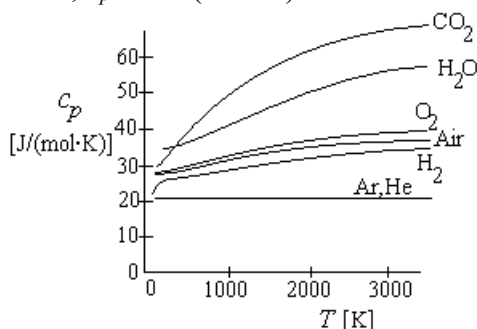

Fig. 1. Variación de la capacidad térmica con la temperatura para gases de interés en combustión.
- La variación del c_p de cada componente es grande porque la temperatura varía enormemente entre la entrada (antes de la combustión) y la salida (después de la combustión), Fig. 1. Las variaciones de entalpía se calcularían como $\Delta h = \int c_p(T) dT$, pero en este curso usaremos valores medios constantes que llamaremos ‘en caliente’ (aplicables para $1000 < T_{ad} [\text{K}] < 2300$ K):